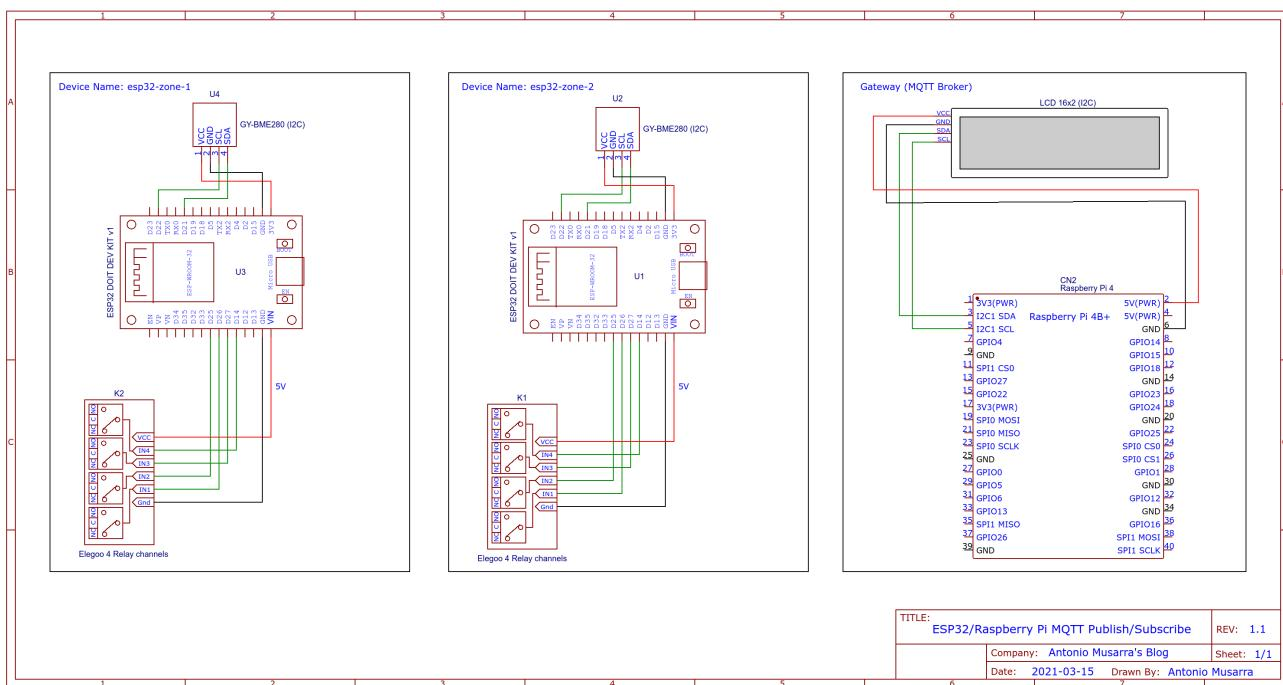

Figura 8 - Schema elettrico dei componenti hardware che costituiscono la soluzione IoT
- L'utente **esp32-device** sarà l'utenza utilizzata dai dispositivi ESP32 (vedi schema elettrico di Figura 8) che dovrà essere capace di pubblicare i dati ambientali sul topic **esp32/telemetry_data** e pubblicare lo stato degli attuatori (i relè) sui topic **esp32/releay_{relay_id}_status**. L'utenza dovrà essere inoltre capace di sottoscriversi al topic **esp32/command**.